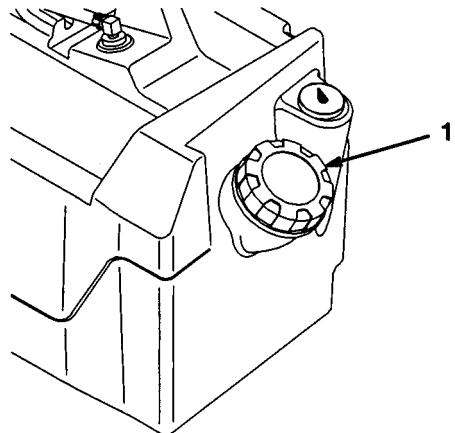

図2
3. 量が不足していれば、給油口のキャップ（図2）を取り付けてディップスティックのFULLマークまで補給する。オイルを補給するときは少量ずつゆっくり入れる。入れすぎ厳禁。
2 . 給油口の周囲をきれいに拭く(図2)